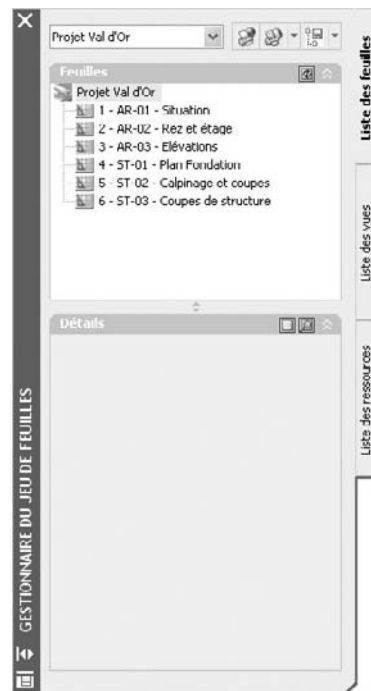

Fig.24.11
- 8 Les fichiers s'affichent dans le gestionnaire du jeu de feuilles. L'affichage comporte le nom du fichier suivi du nom de la présentation (fig.24.11).